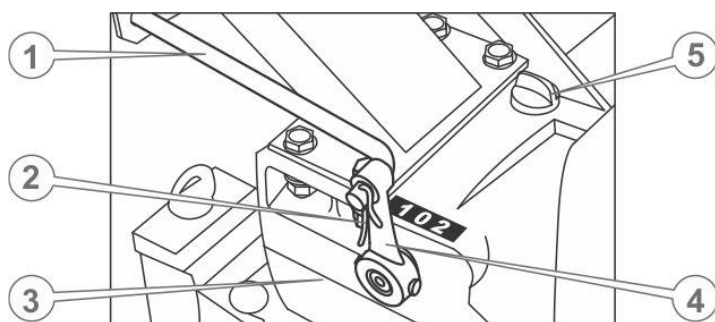

Рис. 4.4.
25. Установить рычаг переключения передач (1) (см. рис. 4.4.), продев его в ушко на кронштейне рулевой стойки и вставив концевым загибом в отверстие в коромысле (4) на коробке переключения передач (3), зафиксировать рычаг шпрингом (2).
При заправке и доливке масла установите мотоблок на ровную горизонтальную поверхность, поочерёдно открутите пробки-щупы и проконтролируйте с их помощью уровень масла в двигателе и коробке передач (см. рис. 4.4., 4.10.), залейте в заливные горловины требуемое количество масла. Снова проверьте с помощью пробок-щупов уровень масла. При необходимости добавьте масла.